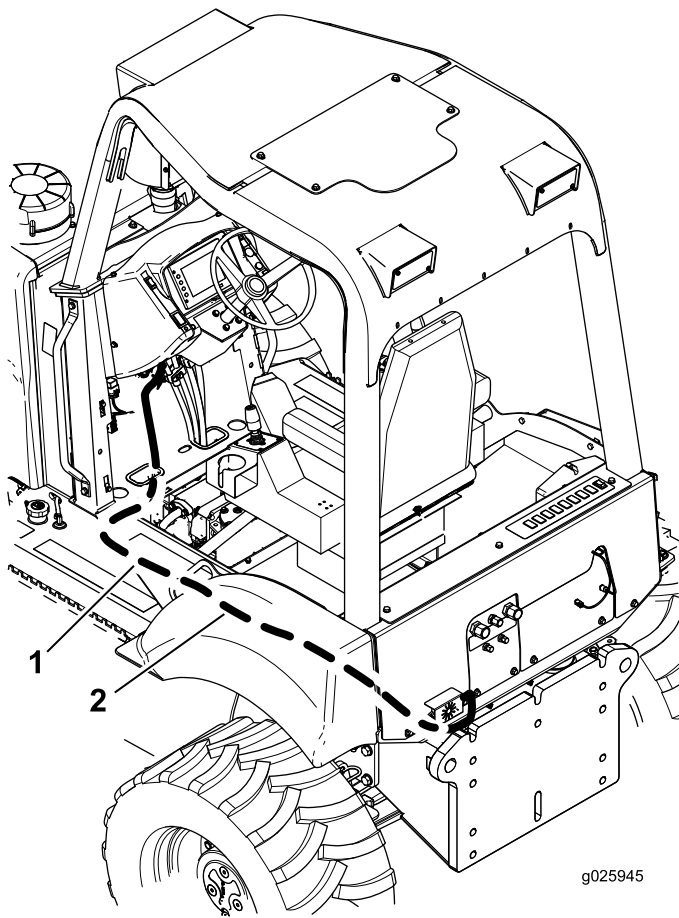

図 4
4. ハーネスをキャブの下からステアリングコラムの下部へ導く (図 4)。